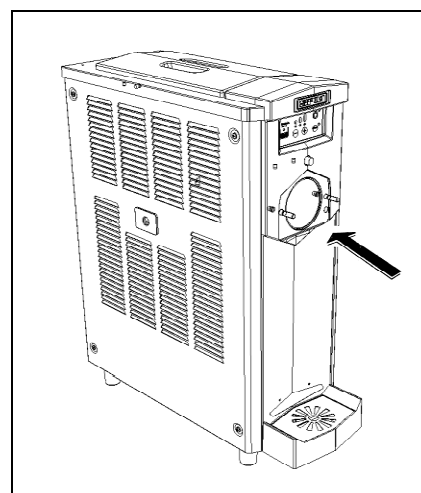

Fig. 26
- Lavare accuratamente il cilindro di congelamento e la vasca superiore, rimuovendo ogni residuo di prodotto con una spugna pulita imbevuta di sanitizzante prestando attenzione di bagnare completamente tutte le superfici per almeno 60 secondi. Lasciare poi asciugare ed assicurarsi di seguire le normative locali cogenti (vedi fig.26).
- Spruzzare poi la soluzione sanitizzante su tutte le pareti del cilindro e della vasca superiore e lasciare agire secondo quanto prescritto dal produttore del sanitizzante (vedi fig.26).